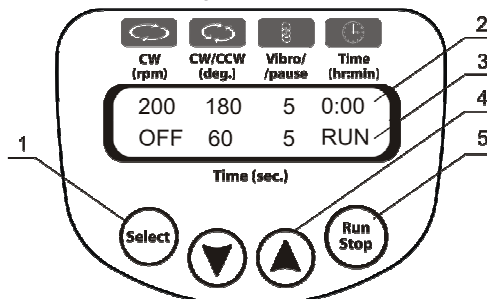

Abb. 3 Steuerung
- 4.5. Drücken Sie die Taste **Run/Stop** (Laufen/Stopp), (Abb. 3/5), um das Programm zu starten.
- 4.6. Die Bewegung des Rührers startet und die entsprechenden Anzeigen (RUN [Laufen], Abb. 3/3, und die sich ändernden Zeitwerte, Abb. 3/2) erscheinen auf dem Display.
- 4.7. Falls keine Betriebsdauer eingestellt ist und die **Timeranzeige** (Abb. 3/2) 0:00 anzeigt, startet durch Drücken der Taste **Run/Stop** (Laufen/Stopp) der kontinuierliche Betrieb, bis die Taste **Run/Stop** (Laufen/Stopp) erneut gedrückt wird.
- 4.8. Falls die Betriebsdauer eingestellt ist, stoppt das Gerät nach Ablauf der eingestellten Zeit (Anzeige STOP blinkt auf dem Display, Abb. 3/3), und ein akustisches Signal weist auf das Ende der Betriebszeit hin (das Signal kann durch Drücken der Taste **Run/Stop** [Laufen/Stopp] ausgestellt werden).
- 5.1. Drücken Sie die Taste **Select** (Auswahl) (Abb. 3/1) , um den zu ändernden Parameter auszuwählen (jedes Drücken auf die Taste **Select** (Auswahl) aktiviert die Parameter reihum, der jeweils aktive Parameter blinkt).
Mit den Tasten ▲ und ▼ (Abb. 3/4) stellen Sie den gewünschten Wert ein. Wenn Sie den Button länger als 2 Sek gedrückt halten, wird das Inkrement erhöht.
- 5.6. Der Gesamtzeittimer (Abb. 3/2) wird verwendet, um die Betriebszeit zu steuern. Der Timer kann zwischen 1 Min und 96 h (Timerinkrement beträgt 1 Min) eingestellt werden.